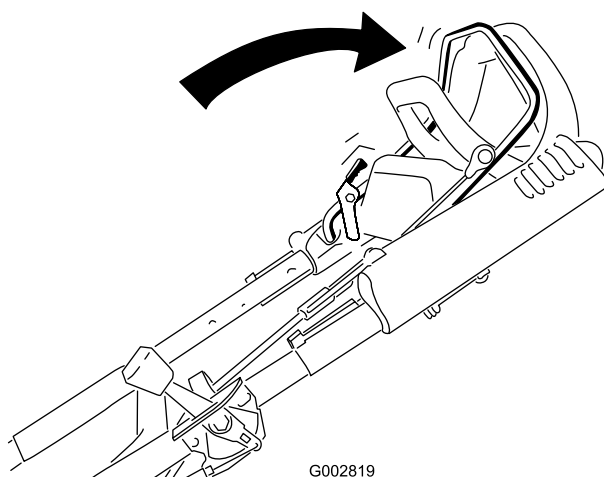

Figura 16
2. Premete la barra di comando della lama contro la stegola e tenetela in questa posizione (Figura 16).